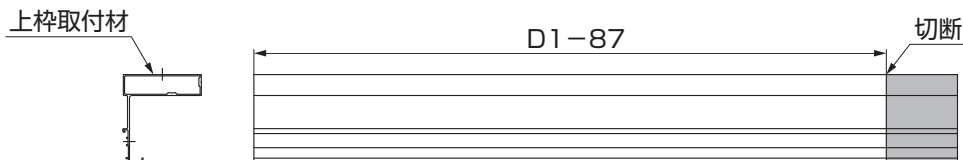

図5-10 出幅側の切断
- ③出幅側の上枠取付材を(D1-87)mmで切断してください。(図5-10参照)
- ③出幅側の上枠取付材を(D1+23)mmで切断してください。(P.14の図5-10参照)